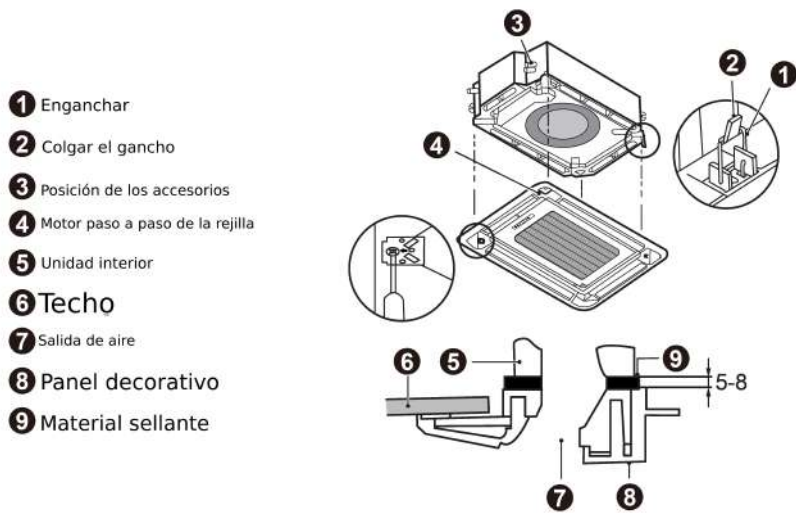
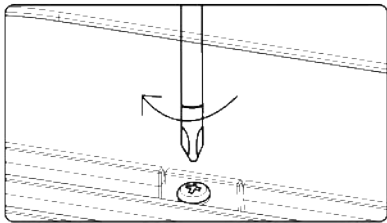

Fig.4.4.4
Fig.4.4.5
- (1) Retire la tapa de esquina del panel; hay una marca "lado de tuberías" en una de las 4 esquinas; ajuste la dirección del panel de modo que la marca y los accesorios queden en la misma esquina.
- (2) Cuelgue temporalmente el panel en el cuerpo (hay cuatro colgadores en cada esquina del panel; cuelgue los colgadores en los ganchos correspondientes del cuerpo), como se muestra en la Fig.4.4.4.
- (3) Retire la rejilla de entrada de aire del panel y realice la conexión de cableado del receptor de señal. Tenga en cuenta que el cable de conexión no quede atrapado entre el cuerpo y el panel, ya que puede causar fuga de aire y provocar goteo de agua por condensación.
- (4) Apriete los 4 tornillos en cada esquina del panel respectivamente, fijando el panel firmemente al cuerpo.
- (5) Después de apretar los tornillos, reinstale la rejilla de entrada de aire.
- (6) Coloque los dos tornillos del Accesorio del Panel; consulte la Fig. 4.4.5